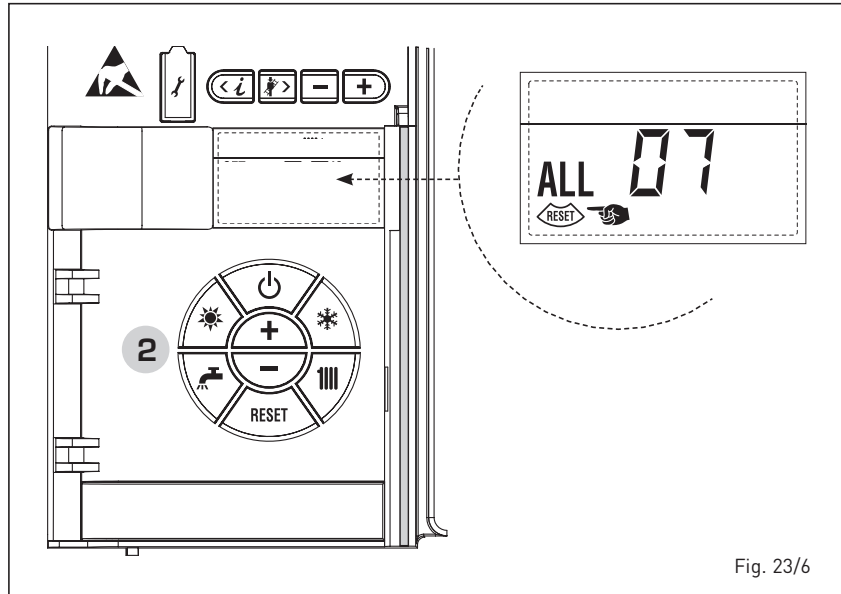

Fig. 23/6
- **PARASITE FLAME ANOMALY ALARM 08 (fig. 23/7)**